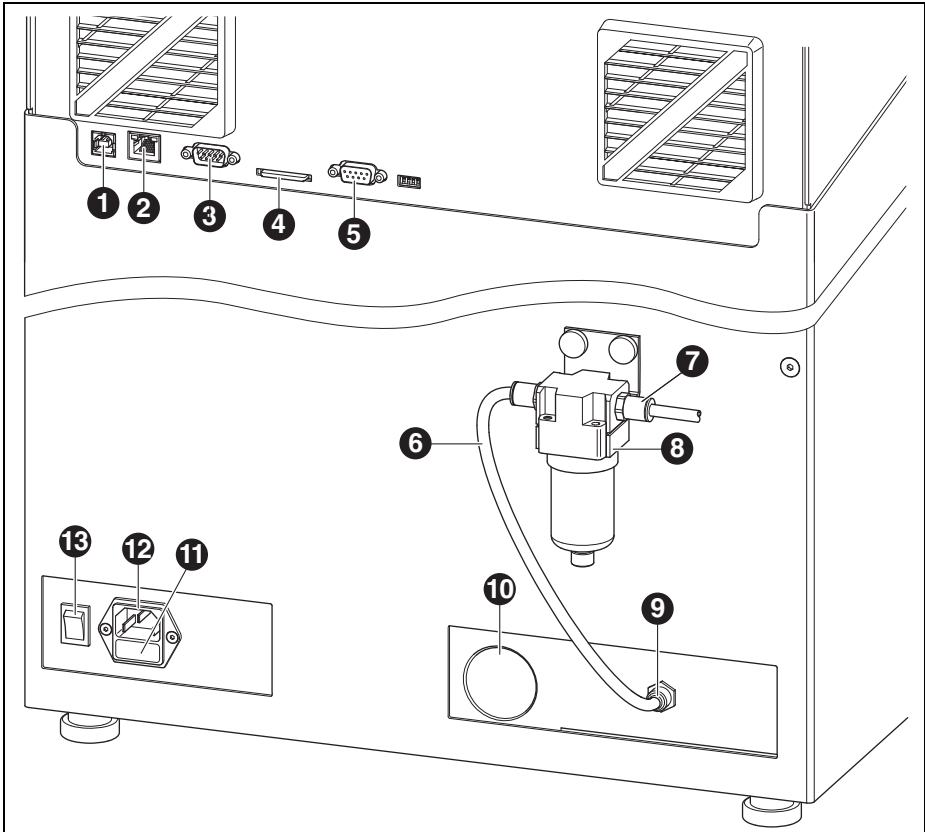

Fig. 2 Apparaatoverzicht achterzijde
- ▷ De schuiflade ([11] in afbeelding 2 op pagina 7) onder de netstekker uittrekken.